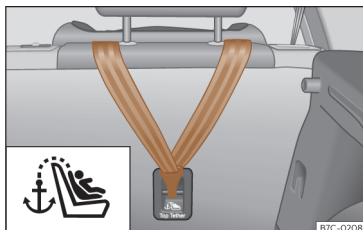

Fig. 28 Parte posterior de los asientos traseros: argollas de sujeción para el cinturón Top Tether.
- Deslice la correa y fíjela correctamente con el anclaje de la parte posterior del respaldo»» fig. 28.